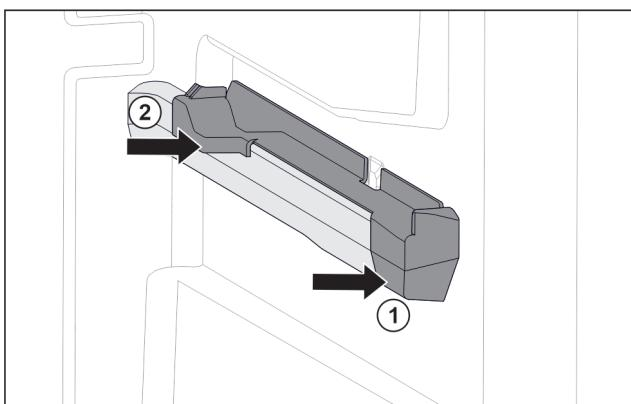

Fig. 148 Вставная часть на правом контейнерном ребре
- Наденьте вставную часть спереди на контейнерное ребро. Fig. 148 (1)
- Нажмите на вставную часть сзади. Fig. 148 (2)